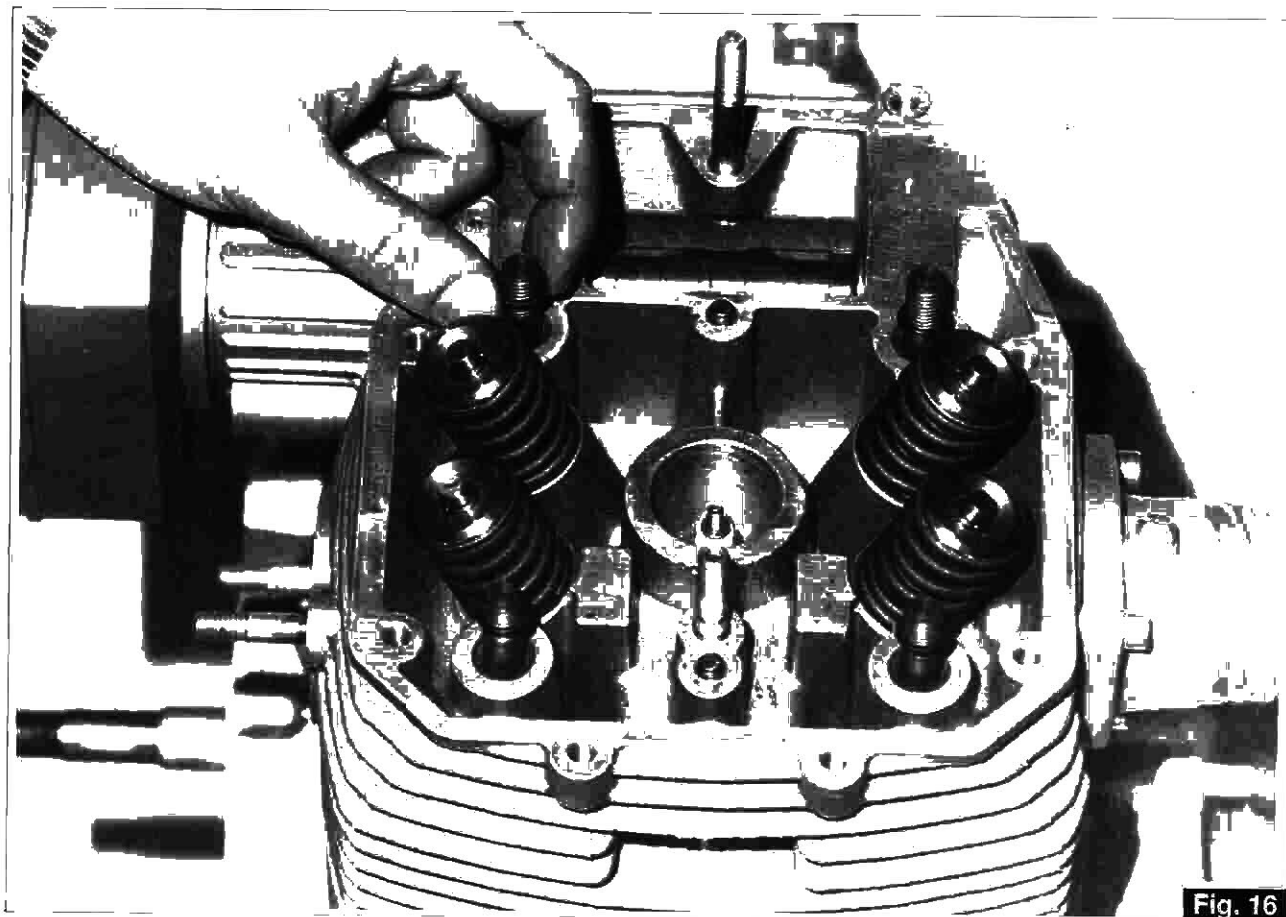

Fig. 16
– Togliere i 4 anelli OR sui prigionieri di tenuta cilindro. (fig. 16)
– Remove the 4 OR rings on the cylinder seal stud bolts (fig.16)